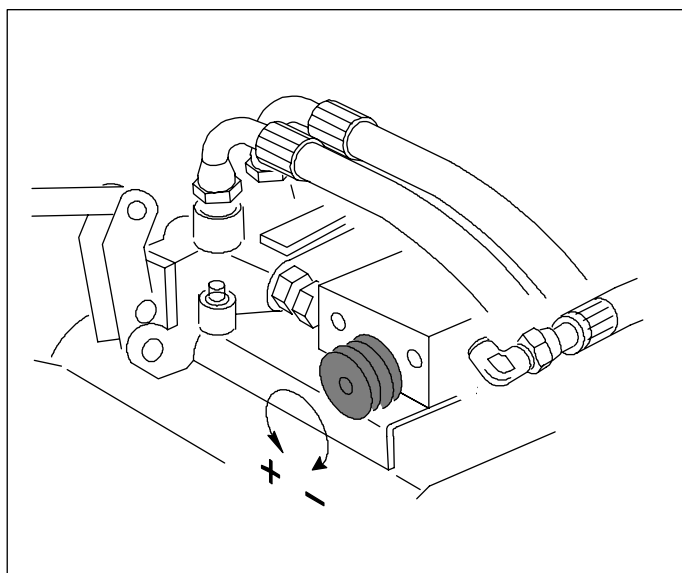

Fig. 8 Justering av materhastigheten
- Bruk mengdeventilen til å justere materhastigheten så den passer til hastigheten på hoggeren. Hastigheten øker når ventilen åpnes (moturs) og reduseres når ventilen stenges (medurs). Se fig 8.